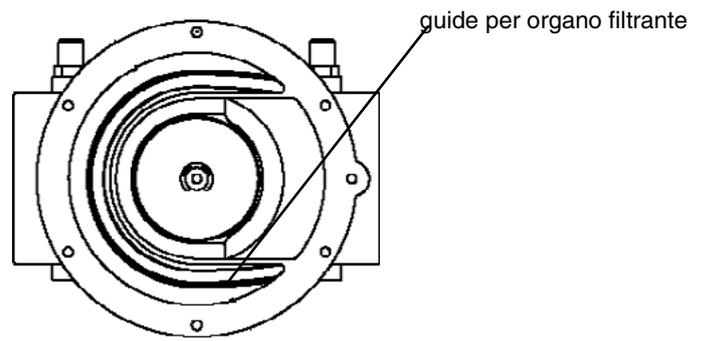

Fig. 17 - corpo filettato senza fondello
- rimontarlo nella posizione iniziale controllando che sia sistemato tra le apposite guide (come in Fig. 17);